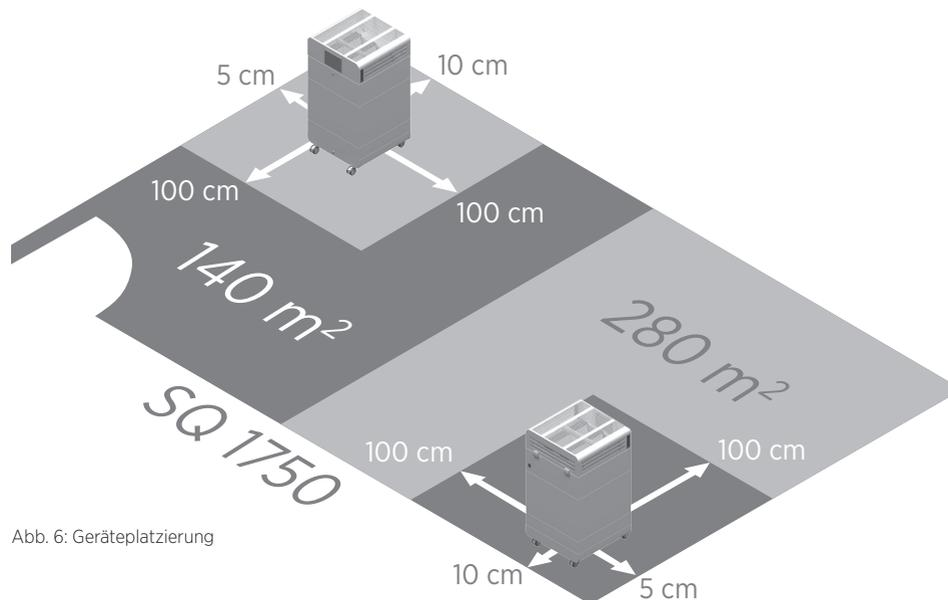

Abb. 6: Geräteplatzierung
- Achten Sie auf einen optimalen Abstand zu Wänden und Gegenständen gem. den Angaben in Abb. 6.